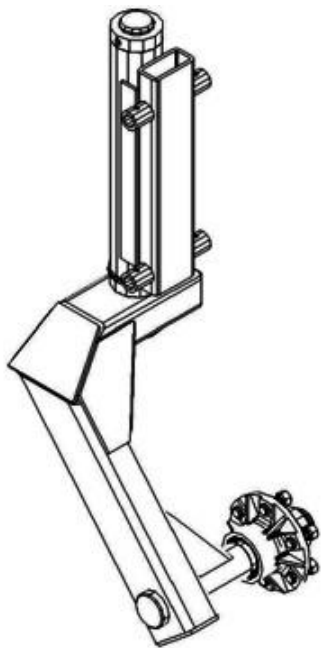

Рис. 4.4.2. Узел жёсткого одинарного колеса
*Примечание.* Узлы одинарного жесткого колеса (одинарные передние подвески) устанавливаются на ПК-6,1 и ПК-6,1К на центральной и крыловых рамах, а на ПК-8,5 только на крыловых рамах (рис.4.4.2).